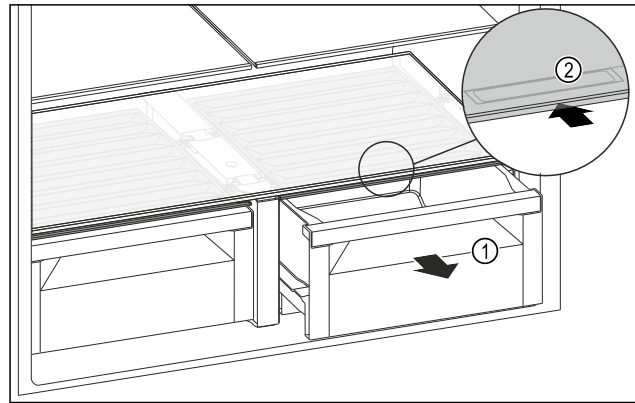

Fig. 99
- ▶ Schubfach Fig. 99 (1) herausziehen.
- ▶ Griffmulde Fig. 99 (2) am Fachdeckel anfassen und Fachdeckel gleichzeitig nach hinten schieben.